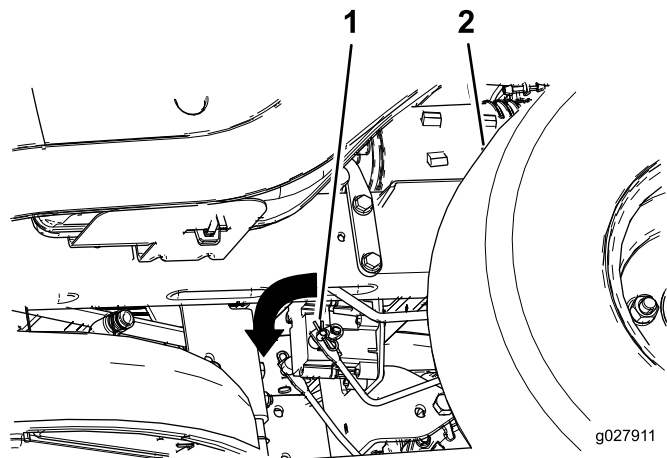

Рисунок 56
3. Найдите вал на электрическом тормозе, к которому подсоединены рычаги тяги тормоза (Рисунок 56).